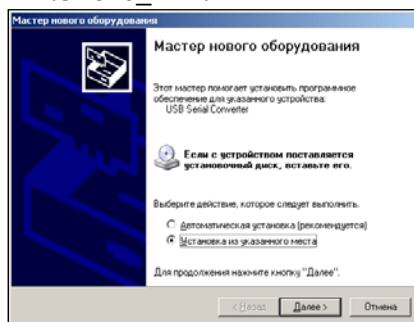
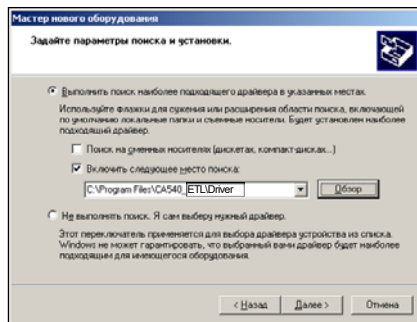

Рисунок 8.9
Рисунок 8.10
2) После включения ПК на экране появится сообщение, а затем окно программы установки нового оборудования (рисунок 8.9).
3) Установить драйвер Блока сопряжения универсального, для чего в окне (рисунок 8.9) щелкнуть в поле "Установка из указанного места", а затем по кнопке **Далее >**. На экране появится окно (рисунок 8.10). Щелкнуть по кнопке **Обзор** и выбрать папку C:\Program Files\CA540_ETL\Driver.